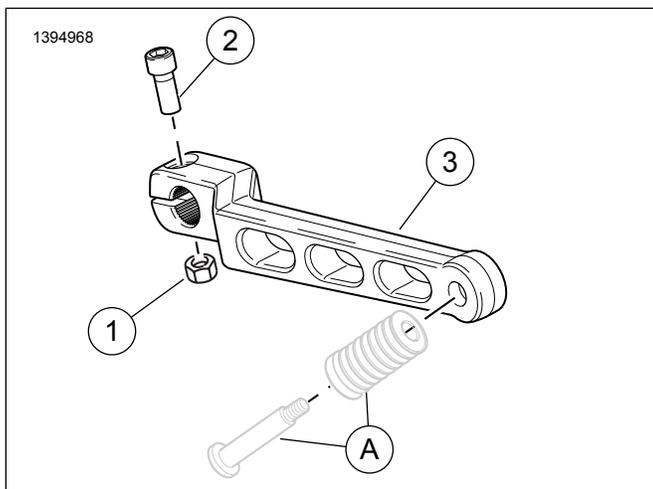

Figure 2. Pièces de rechange : Kit de pédale de sélection de vitesse
- Voir Figure 2 . Transférer Équipement d'origine la pédale de sélection de vitesse (A) au **nouveau** levier. Consulter le manuel d'entretien.
- Poser le levier de sélection de vitesse (3) en l'alignant sur le même angle que celui noté avant la dépose.
- Poser la vis (2).
- Poser le contre-écrou (1). Serrer à la valeur du couple de serrage prescrite dans le manuel d'entretien.
- Vérifier que les leviers de sélection de vitesse (3) disposent d'un dégagement suffisant pour fonctionner correctement.